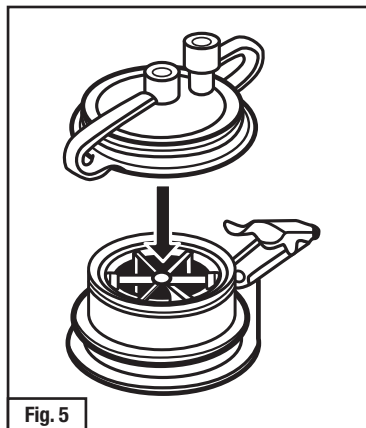
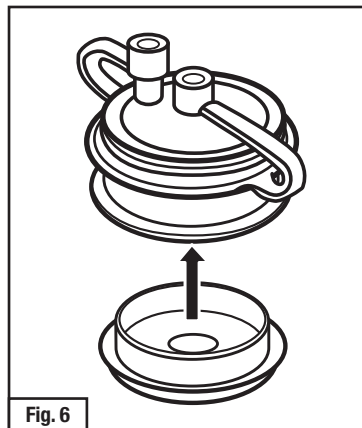

Fig. 5
Fig. 6
- 3520/3530** : Encliqueter le bouchon d'élu­tion (avec obturateurs) a la partie supérieure du corps principal (Fig. 5.) Séparer le corps principal et les sections du corps secondaire. Encliqueter le gobelet inférieur (sans obturateurs) dans la partie inférieure de la section principale (Fig. 6). Encliqueter le bouchon d'élu­tion au corps secondaire. Le moniteur est maintenant prêt à être expédié.